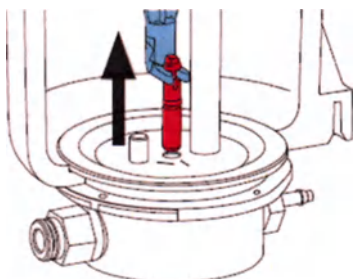

Рис.18
- Дозирующий ниппель вытянуть с помощью инструмента (рис.18)